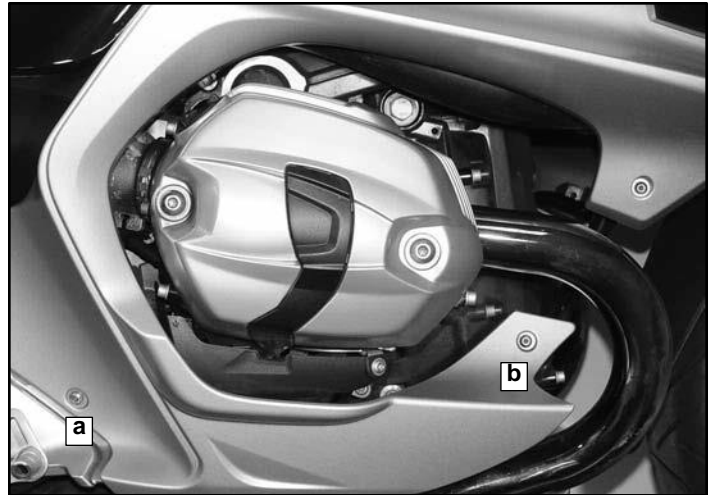

Bild 1
1. Entfernen Sie Schraube a. und Schraube b. der unteren Verkleidung des Motorrads. **(T25 Torx) Bild 1.**